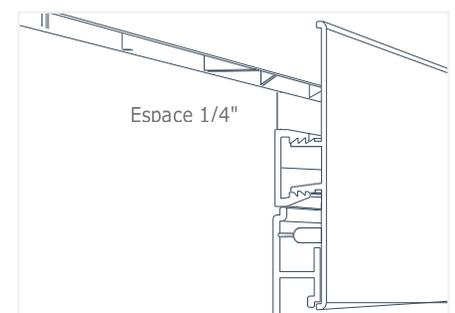

Fig. 29
1. Placez la moulure de base en U de façon à ce que, lorsque la moulure en H encliquetable est en place, la saillie du bord extérieur de la moulure en H est alignée sur la rainure du rang supérieur de panneaux SlatWall (Fig. 29). Lorsque vous fixez la moulure de base en U au mur, laissez un espace d'environ 1/4 po entre la moulure de base en U et le panneau pour murs et plafonds installé au-dessus de la zone de panneaux SlatWall.